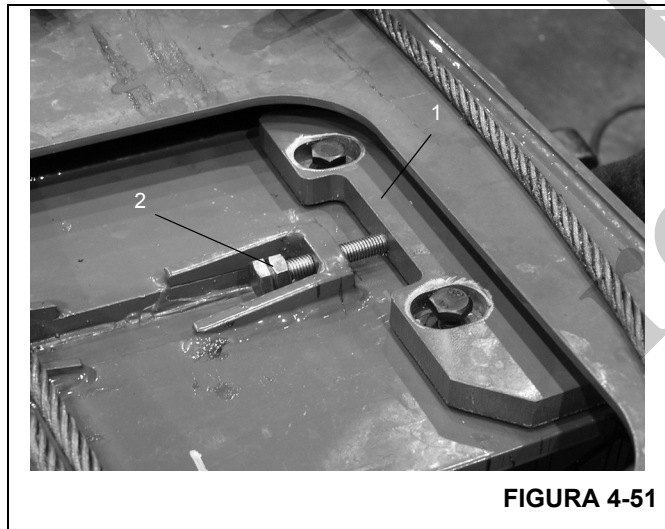

FIGURA 4-51
10. Instale as placas de desgaste e os suportes das placas (Figura 4-51, 1) nos lados esquerdo e direito da seção volante.
11. Meça e ajuste as placas de desgaste até que a seção volante esteja centralizada ± 1 mm (± 0.04 pol.) na seção intermediária externa. Aplique Loctite e aperte a contra-porca (Figura 4-51, 2).